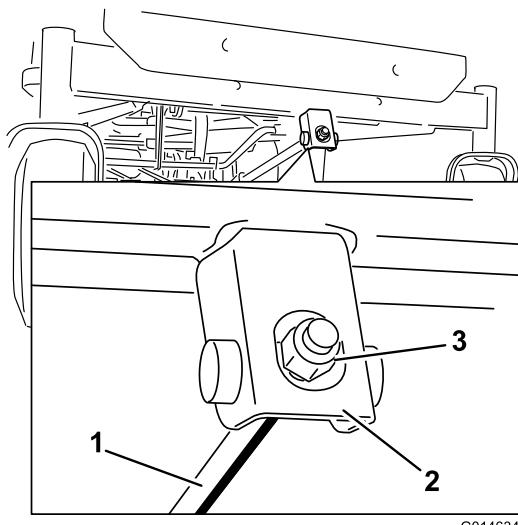

Figure 69
6. Pour régler l'inclinaison avant/arrière des lames, tournez l'écrou de réglage à l'avant du plateau de coupe (Figure 69).